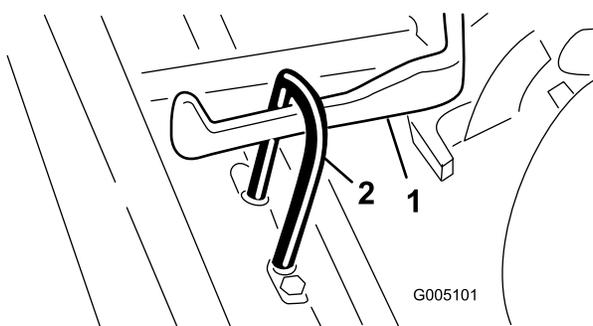

Figura 8
- Faça deslizar a unidade de corte para debaixo da estrutura de apoio enquanto engata o cilindro de elevação no braço de elevação (Figura 8).